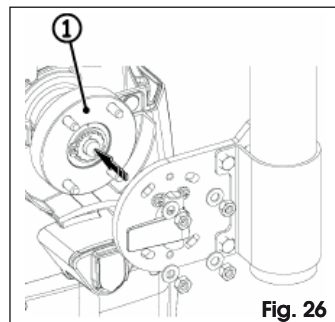

Fig. 26
6. Plaats het geheel op de meenemer, Fig. 26 ref. ①, en houd daarbij rekening met de in de afbeelding aangegeven oriëntatie in geval van een linkse sluiting.